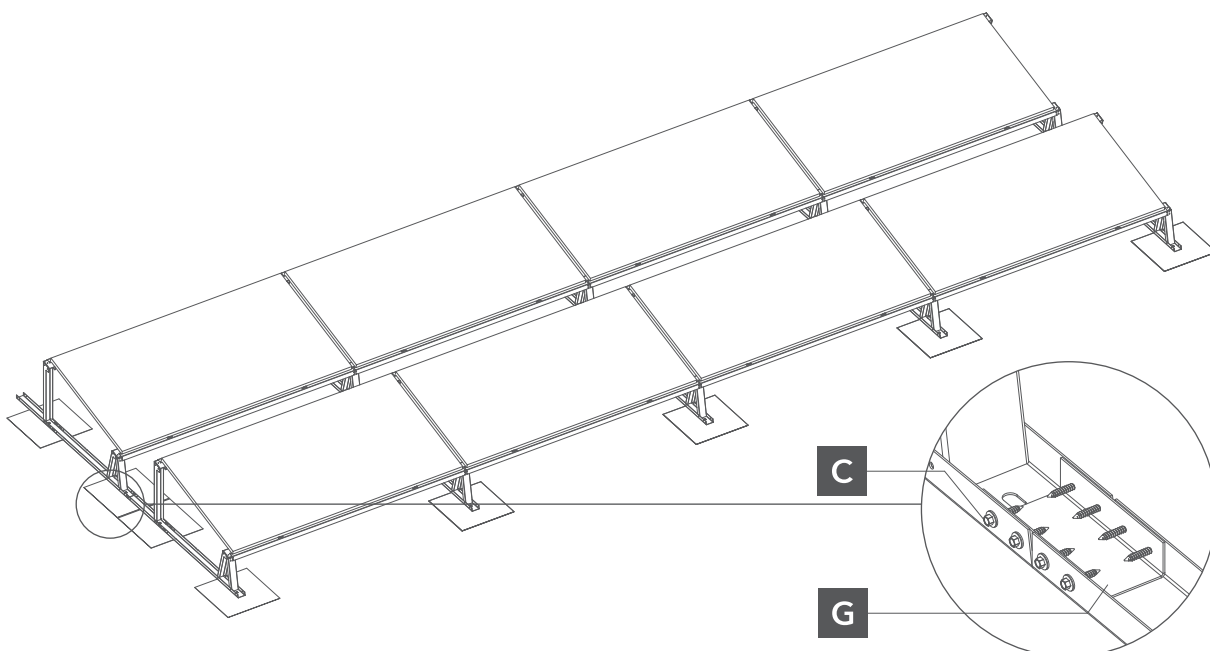

Abb. 7: Verbindung der Montagedreiecke mit einem Verbinder.
- 6** Wenn zwei oder mehr Reihen von Photovoltaik-Paneeelen vorhanden sind, sollten die Montagedreiecke mit einem Verbinder verschoben werden (Abb. 7).